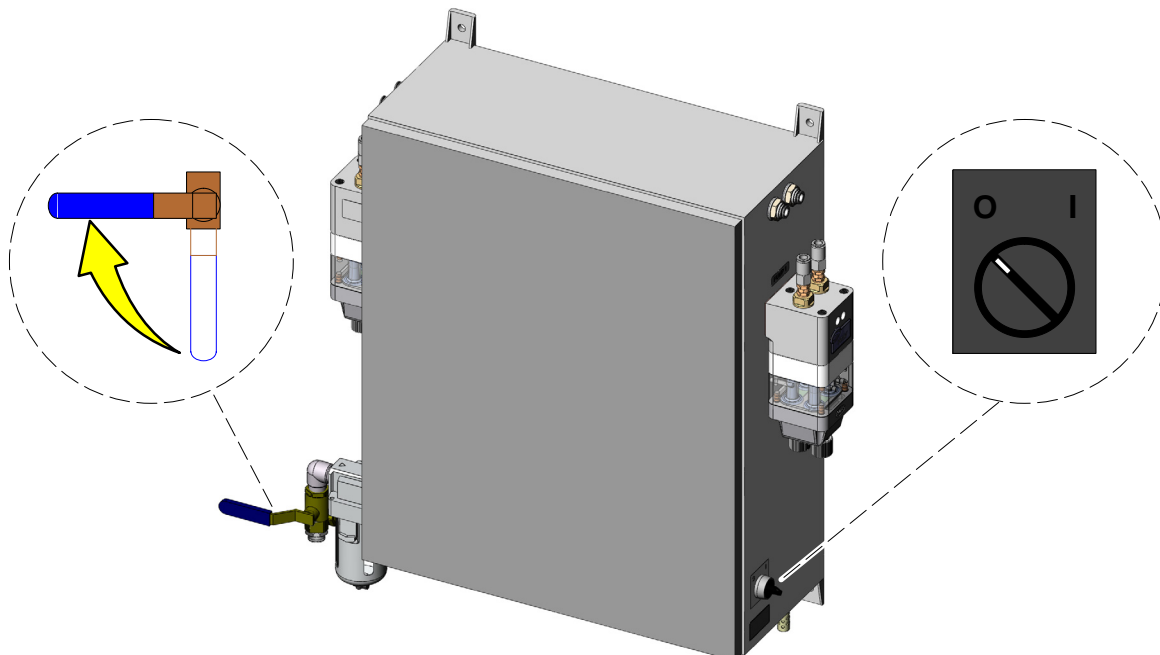

Figura 1 Desligar o ar e a energia eléctrica
1. Consulte a figura 1. Feche a válvula de abastecimento de ar e accione todas as pistolas, para descarregar a pressão de ar.